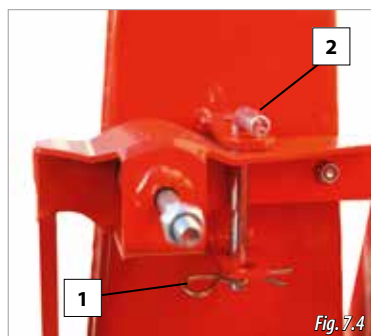

Fig. 7.4
- A. Puneți siguranța (2, Fig. 7.4) iar apoi să puneți boltul (1, Fig. 7.4).
- A. Puneți siguranța (2, Fig. 7.4) iar apoi să puneți bol-tul (1, Fig. 7.4).